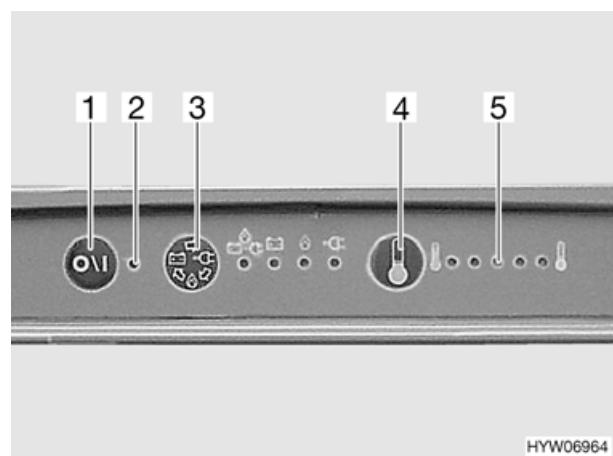

Bild 79 Bedienelemente für Kühlschrank
Ist die 230-V-Versorgung nicht angeschlossen und ist der Fahrzeugmotor ausgeschaltet, wählt das SES die Gasversorgung. Beim Anwählen des Gasbetriebs wird die Zündsicherung automatisch geöffnet, so dass Gas zum Brenner strömen kann. Gleichzeitig wird der elektronische Zünder eingeschaltet. Erlöscht die Gasflamme, z. B. durch einen Luftzug, wird der Zünder sofort aktiviert und zündet das Gas wieder an. Bei Störung im Gasbetrieb blinkt die Kontroll-Leuchte (Bild 79,2) rot.
- Im Tankstellenbereich ist das Betreiben offener Flammen verboten. Falls der Aufenthalt länger als 15 Minuten dauert, muss der Kühlschrank am Taster (Bild 79,1) ausgeschaltet werden.
Nach dem Einschalten wählt der Kühlschrank automatisch die mittlere Thermostateinstellung. Diese Einstellung kann manuell mit dem Taster (Bild 79,4) nachgeregelt werden. Die Leuchtdioden (Bild 79,5) zeigen die gewählte Thermostateinstellung an. Mit dem Taster wird die Kühltemperatur für alle drei Energiearten eingestellt. Es dauert einige Stunden, bis der Kühlschrank die normale Betriebs-temperatur erreicht hat. Beim Umschalten der Betriebsart wird die Thermostateinstellung beibehalten. Die Kühltemperatur wird unabhängig von der Energieart beibehalten.
- Taster (Bild 79,1) drücken. Die Kontroll-Leuchte (Bild 79,2) leuchtet grün.
- Kühltemperatur am Taster (Bild 79,4) einstellen. Die Leuchtdioden (Bild 79,5) zeigen die gewählte Thermostateinstellung.
Bei Störung im Gasbetrieb blinkt die Kontroll-Leuchte (Bild 79,2) rot.
Mit dem Taster (Bild 79,3) kann die Energiequelle manuell gewählt werden. Mit jedem Druck auf den Taster wird die Energiequelle in folgender Reihenfolge gewählt:
- Taster (Bild 79,1) drücken. Kontroll-Leuchte (Bild 79,2) leuchtet nicht mehr.